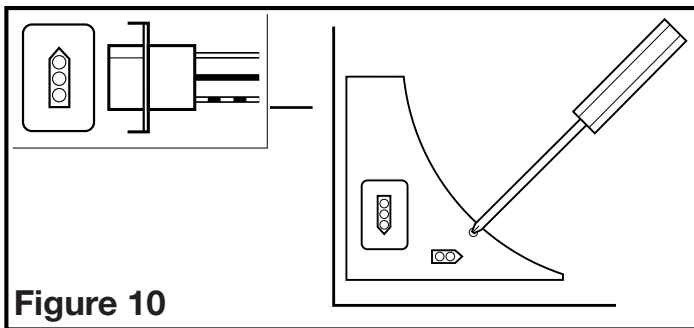

Figure 10
- Réinstaller le couvercle du compartiment de câble du ventilateur en place. Faire tourner la roue de la soufflante à la main pour vous assurer qu'elle tourne librement. Brancher le cordon à raccordement rapide dans le réceptacle. Ce cordon ne s'ajuste que d'une seule façon dans le réceptacle (Figure 10).